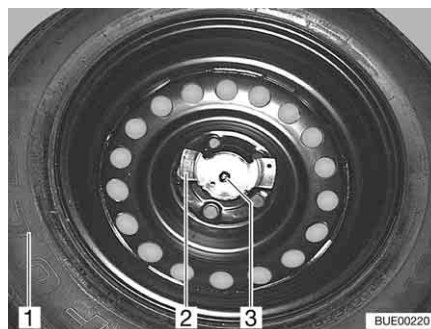

Bild 214 Reservhjulsupphängning
- Skruva loss de två muttrarna (Bild 214,2 och 3).
- Tag ut reservhjulet (Bild 214,1) ur reservhjulshållaren.